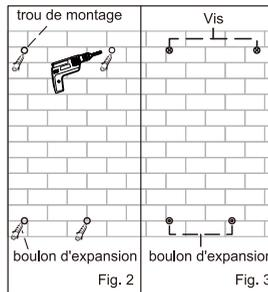

Fig. 2
2. Percez 4 trous de montage ($\text{Ø}6 \times 32 \text{mm}$) à la position marquée (Fig.2).
3. Placez les boulons d'expansion dans les trous (Fig.2).